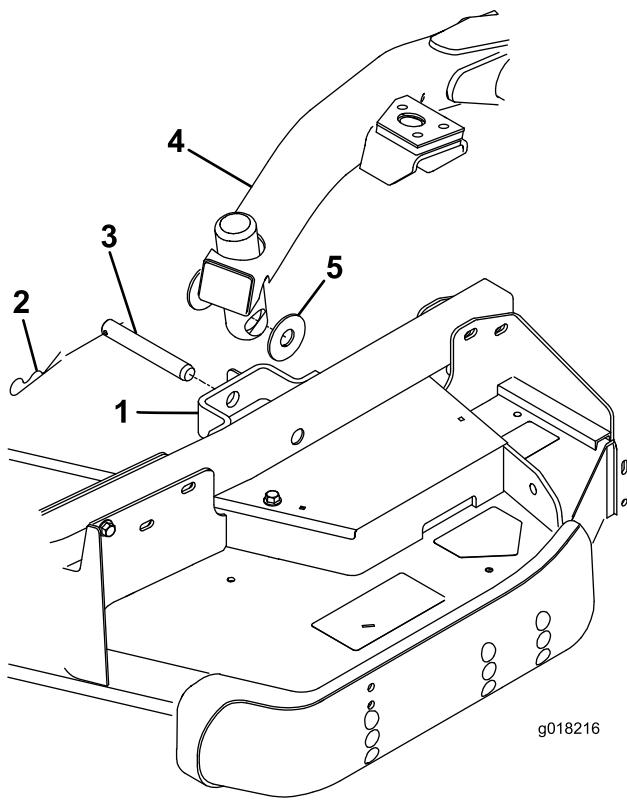

図4
1. カッティングユニットの各キャスターームのブラケットから、スラストワッシャ2枚、クレビスピング1本、ヘアピンコッター1本を取る図4。
3. 昇降スイッチを前位置フロート位置にセットする。昇降レバーを押し下げて、昇降アームの穴とキャスターーム・ブラケットの穴とを整列させる図4。
4. スラストワッシャ2枚、クレビスピング、ヘアピンコッターを使って、昇降アームをキャスターームに固定する。スラストワッシャは昇降アームとキャスターームブラケットの間に inserer (図4) コッターピンを、キャスターームタブのスロットに差し込んで固定する。